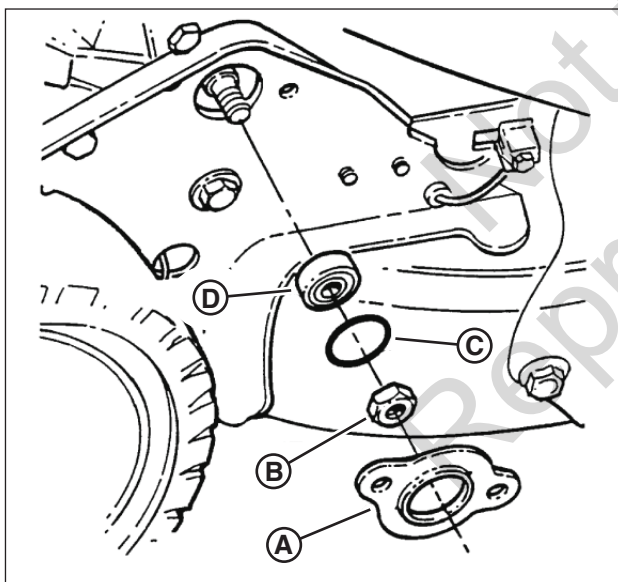

Figure 32: Remplacement du roulement sur l'arbre hexagonal
2. Enlevez l'écrou freiné 3/8 po (9,52 mm) (**B**, **Figure 32**) se trouvant sur le côté externe du support de roue droite.